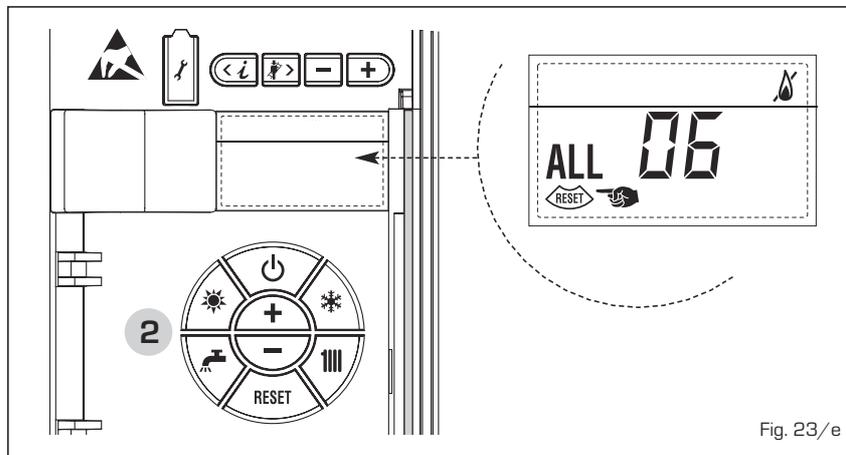

Fig. 23/e
- **ANOMALÍA TERMOSTATO SEGURIDAD "AL 07" (fig. 23/f)**